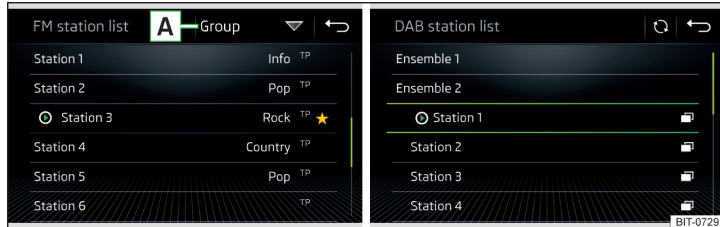

Abb. 188 Beispiel der Liste verfügbarer FM/DAB-Sender
- ▶ Zur **Sortierung** (FM) der Sender in alphabetischer Reihenfolge, laut Gruppe oder Genre, die Funktionsfläche [A] » Abb. 188 antippen » !.
- ▶ Zur **Filterung** der Sender nach dem Programmtyp (bspw. Kultur, Musik, Sport u. Ä.) in der FM-Senderliste (bei eingeschalteter RDS-Funktion) und der DAB-Senderliste (bei gewählter alphabetischer Sortierung der Senderliste) die Funktionsfläche [A] » Abb. 188 antippen.
- ▶ Zur **manuellen** Aktualisierung die Funktionsfläche ☰ » Abb. 188 antippen.